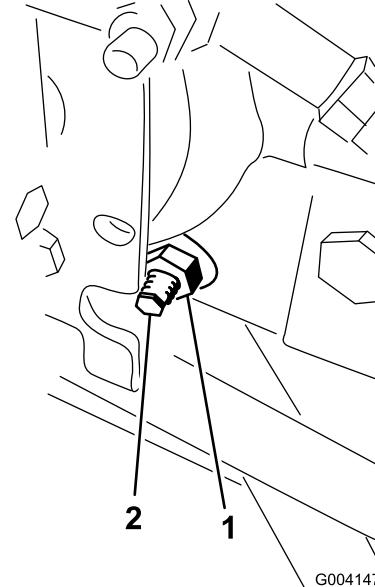

Bild 62
3. Lösen Sie rechts am Hydrostat die Sicherungsmutter an der Fahrtrieb-Einstellnocke (Bild 62).